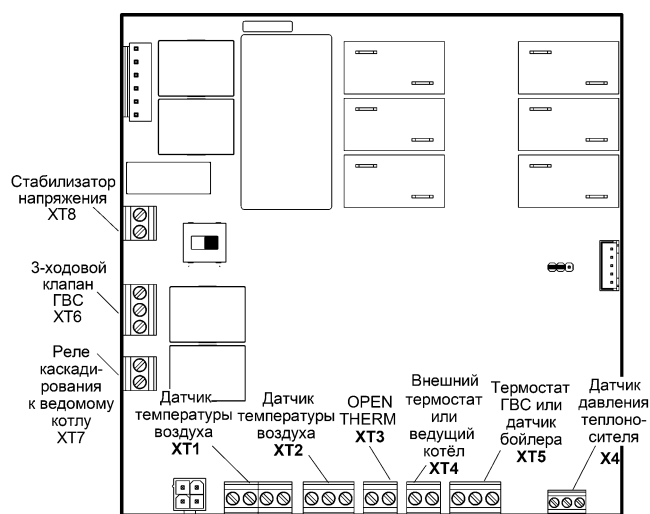

Рисунок 8. Основные разъёмы платы контроллера
6.4.2 Назначение основных разъёмов платы контроллера для подключения внешних устройств показано на рис.8.